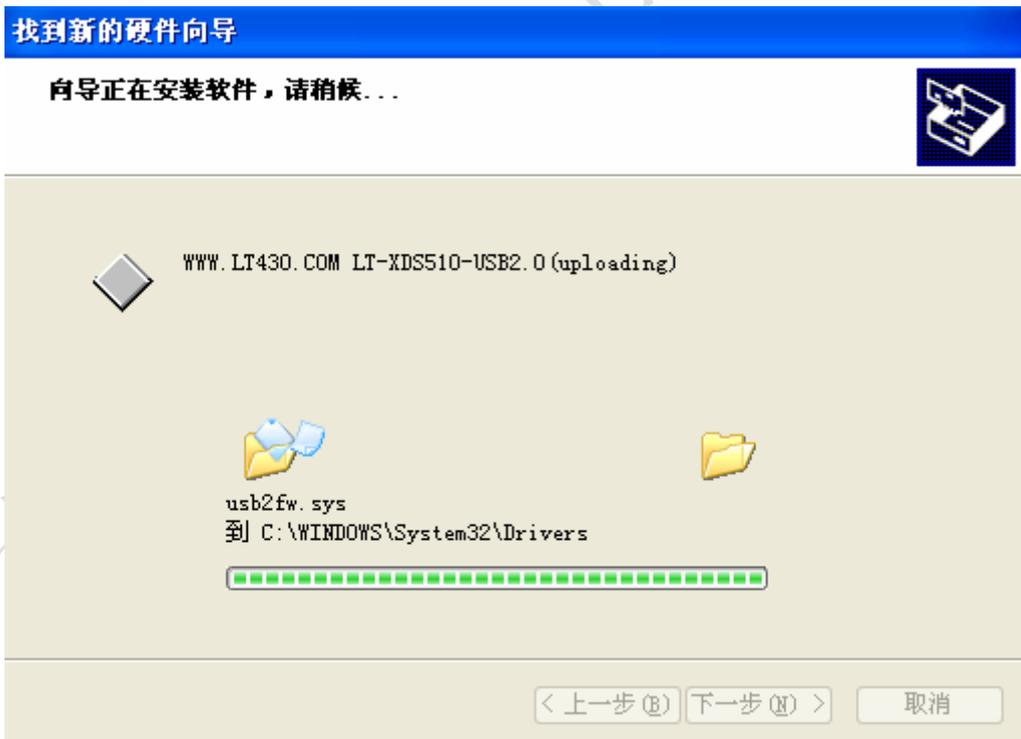

图 5
6.开始安装LT-XDS510仿真器USB驱动。如图5所示。